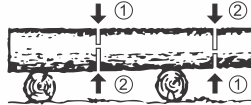

Fig. 24
Un buștean poziționat deasupra pământului (Fig. 24). În zona (1), debitați în sus o treime de jos și terminați prin debitarea cu motoferastrăul de sus în jos. În zona (2) debitați de sus în jos o treime și finalizați prin debitarea cu motoferastrăul de jos în sus.